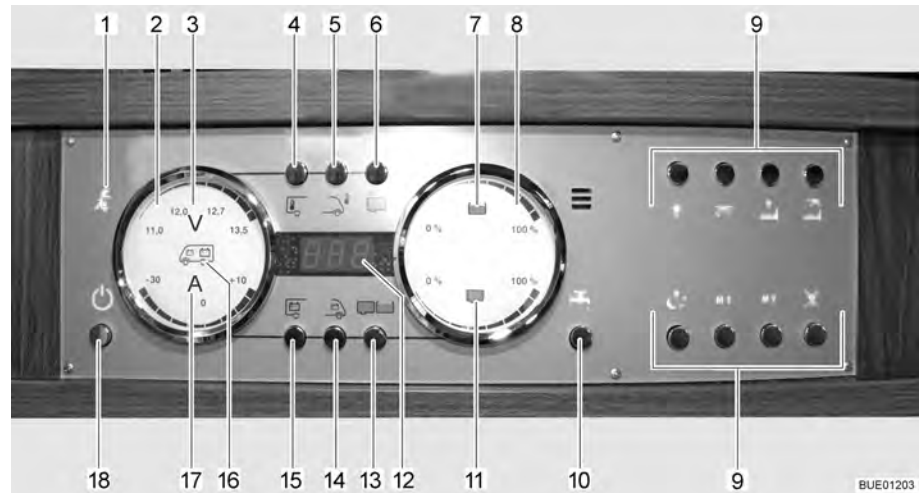

Fig. 111 Panneau de contrôle LT 510
Le voyant de contrôle 230 V (Fig. 111,1) s'allume si l'arrivée du bloc électrique est sous tension de réseau.
L'interrupteur principal 12 V (Fig. 111,18) établit ou coupe le panneau de contrôle et l'alimentation 12 V de la cellule.
- Appuyer brièvement sur la touche d'alimentation 12 V (Fig. 111,18). L'alimentation 12 V de la cellule est assurée. L'indicateur de contrôle "12 V" s'allume.
- ▷ La tension de la batterie de cellule est trop faible quand les DEL "11,0" de l'affichage en Volt et le symbole Volt "V" (Fig. 111,3) clignotent dans l'indicateur des batteries (Fig. 111,2) après la mise sous tension. Charger la batterie.
- ▷ La coupure de batterie est active quand l'indicateur de contrôle "12 V" et le symbole Volt "V" (Fig. 111,3) clignotent trois fois après la mise sous tension. Désactiver la coupure de batterie.
- Appuyer brièvement sur la touche d'alimentation 12 V (Fig. 111,18). L'alimentation 12 V de la cellule est coupée. L'indicateur de contrôle "Alimentation 12 V" s'éteint.
- Appuyer sur la touche batterie de cellule (Fig. 111,15) et la maintenir enfoncée pendant 10 secondes environ. Le symbole Volt "V" (Fig. 111,3) et l'indicateur de contrôle "12 V" clignotent trois fois. La batterie de cellule est coupée du réseau de bord de 12 V.
- Appuyer sur la touche d'alimentation 12 V (Fig. 111,18) et la maintenir enfoncée pendant 5 secondes environ. Le symbole Volt "V" (Fig. 111,3) et l'indicateur de contrôle "12 V" clignotent trois fois. La batterie de cellule est branché au réseau de bord 12 V. L'indicateur de contrôle s'allume au bout d'env. 5 secondes.
- Appuyer sur la touche de la batterie de cellule (Fig. 111,15). Le symbole Volt "V" (Fig. 111,3) s'allume. Le symbole Ampères "A" (Fig. 111,17) est, suivant son niveau de charge, blanc ou rouge. La tension de la batterie et le courant de la batterie de cellule sont affichés au moyens de DEL à l'intérieur de l'indicateur.
- Appuyer sur la touche de la batterie de démarrage (Fig. 111,14). Le symbole Volt "V" (Fig. 111,3) s'allume. Des DEL à l'intérieur de l'indicateur indiquent la tension de la batterie de démarrage.
- Appuyer sur la touche réservoirs (Fig. 111,13). Les symboles réservoir d'eau (Fig. 111,7) et réservoir d'eaux usées (Fig. 111,11) s'allument. Des DEL à l'intérieur de l'indicateur indiquent le niveau du réservoir d'eau (échelle supérieure) et celui du réservoir d'eaux usées (échelle inférieure).
Le symbole du réservoir d'eau (Fig. 111,7) ou celui du réservoir d'eaux usées (Fig. 111,11) clignote quand le réservoir d'eau est vide ou que le réservoir d'eaux usées est plein.
L'affichage numérique (Fig. 111,12) permet d'indiquer les températures intérieure et extérieure.
- Appuyer sur la touche température intérieure (Fig. 111,4). La température intérieure s'affiche.